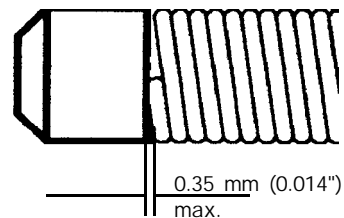

Fig. 8
e) Kontrollera innan de nya fjädersatserna monteras fjädersäkringshålen är i linje och att fjädrarnas ändar är inom 0.35 mm (0.014") fjäderklacken (Fig 8). **Fjäderändarna kan nudda klacken en aning men får inte hänga sig mot dem.** Använd alltid nya låspinnar och brickor vid utbyte av fjädrar och återmontering av anslutningsstag.